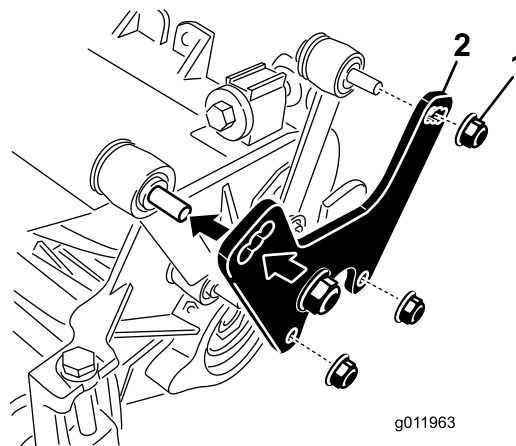

Figura 10
1. Retire los tornillos y arandelas que sujetan las bridas de elevación a la chapa lateral de la unidad de corte y al bastidor de tiro (Figura 10).